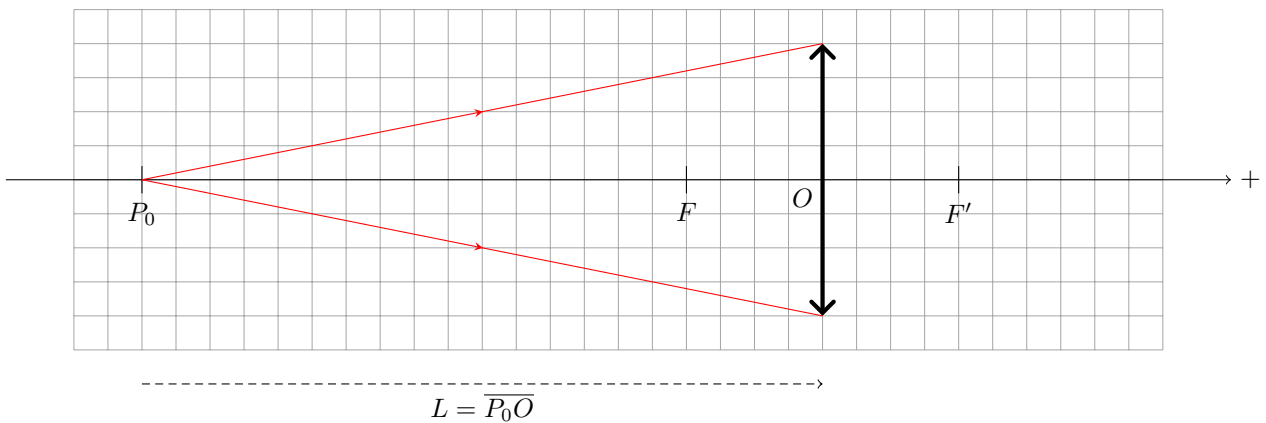

Figure 8 – Profondeur de champ, première situation. L'objet ponctuel est situé en P_0 , à la distance L spécifiée par le constructeur.
Sur la figure 8, l'objet est situé en P_0 , à la distance L spécifiée par le constructeur.
- ▷ le plan du capteur CCD, obtenu en reportant le point C_0 de la construction figure 8 ;